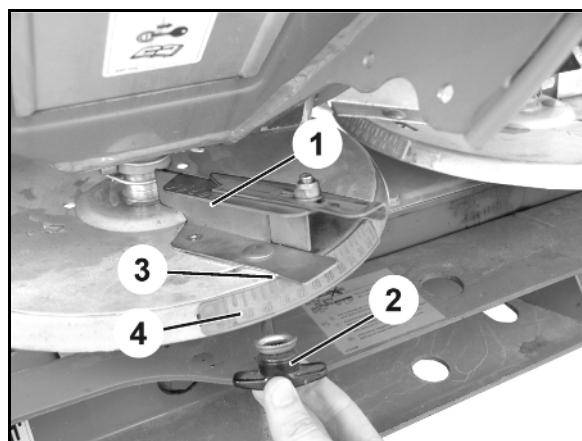

Bild 84
7. Vid **gränsspridning** ska reglerspaken för spjälläget (Bild 84/1) på maskinens vänstra sida vridas tillbaka två delstreck på skalan (Bild 84/2).